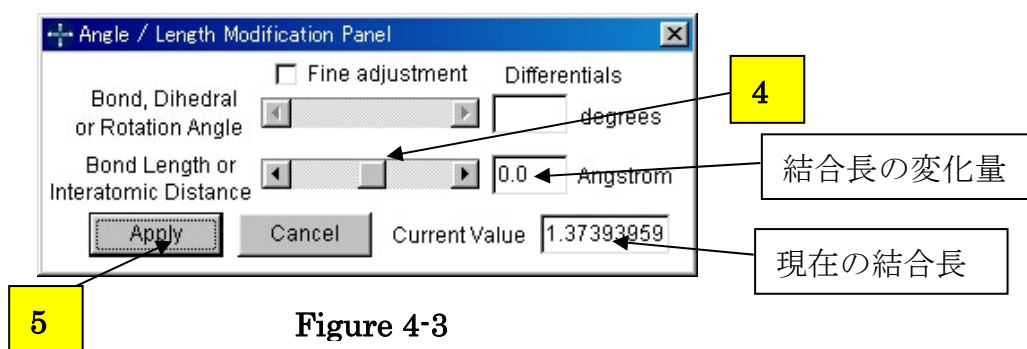

Figure 4-3
- (3) Figure 4-3 のようなコントロールパネルが現われる。